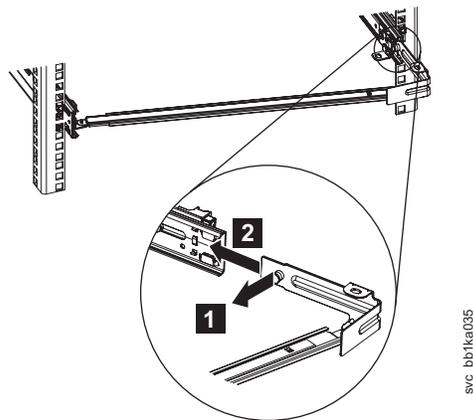

図 18. SAN ボリューム・コントローラー 2145-CF8 サポート・アームの接続されていない方の端 (右側) の取り付け
3. サポート・アームのもう一方の端 (右側) をスライド・レールの裏側に取り付けるために、ケーブル・サポート・アーム停止ブラケットの青色ラッチ (図 18 の **1**) を押して、ブラケット **2** をスライドさせてスライド・レールにはめます。